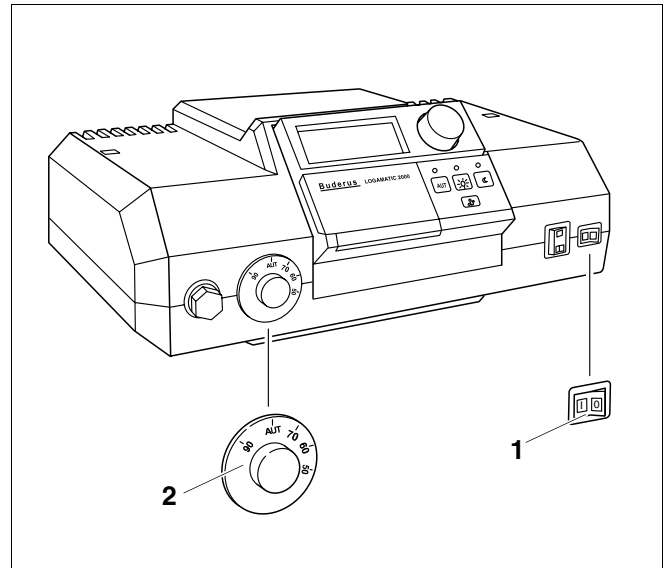

Fig. 3 Instrumentpanel (her f.eks.: Logamatic 2000)
Tag kedlen i brug via instrumentpanel (i det viste eksempel (fig. 3): instrumentpaneler i 2000-serien). Når instrumentpanel tages i brug, tager du samtidig automatisk brænderen i brug. Brænderen kan efterfølgende startes fra instrumentpanel. Yderligere oplysninger om dette finder du i betjeningsvejledningen til den enkelte instrumentpanel eller brænder.
- Stil kedeltemperatøren (fig. 3, **pos. 2**) på "AUT".
- Stil kontakten "Drift" (fig. 3, **pos. 1**) i stillingen "I" (TIL).
Afbryd kedlen via instrumentpanel (i det viste eksempel (fig. 3): instrumentpanel i 2000-serien). Når instrumentpanel tages ud af drift, kobles brænderen også automatisk fra.
- Stil kontakten "Drift" (fig. 3, **pos. 1**) i stillingen "0" (FRA).